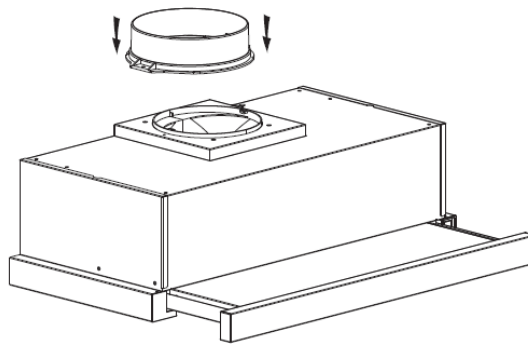

Рис.4.
5. Установите розетку на вытяжку. Затем закрепите воздуховод на выходе и выведите ее на вентиляционную шахту. См. рис.4.